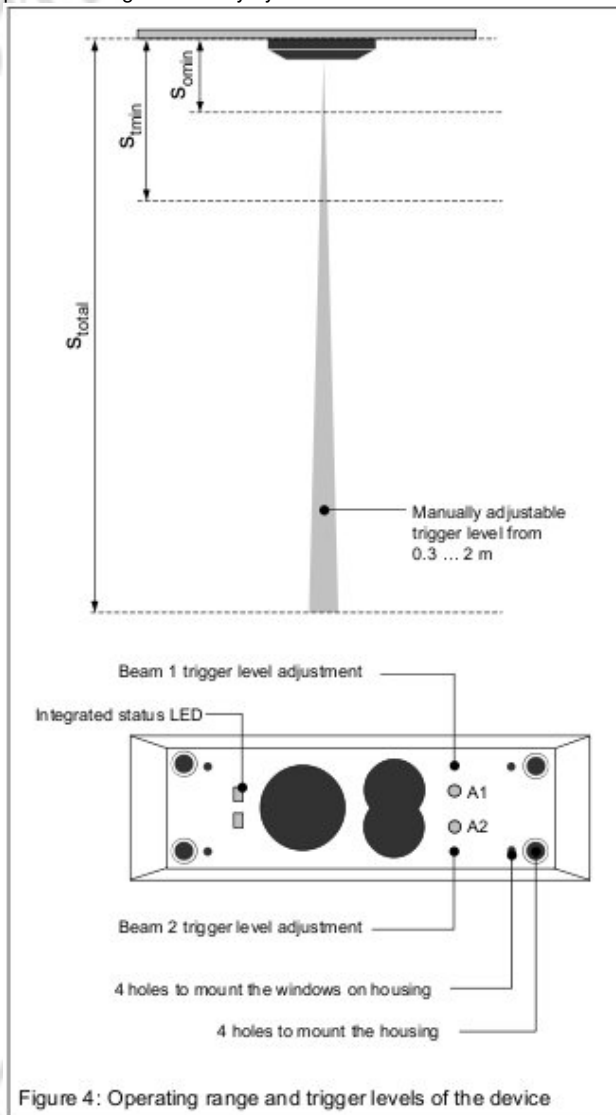

Figure 4: Operating range and trigger levels of the device
5. Ustaw granicę detekcji (patrz rysunek 4)
6. Ustaw granicę detekcji (patrz rysunek 4)